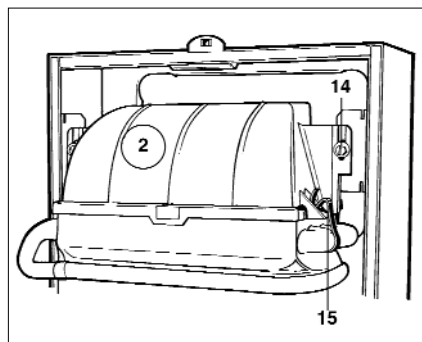

Fig.4
- Déboîter le coude de fumée (2) en dévissant les deux vis (14) en soulevant les crochets (15) (fig. 4).
- Remonter le coude de fumée en l'emboîtant dans la gaine d'évacuation des fumées (4), le fixer à l'aide des deux vis (14) et des crochets (15) (fig. 4, page 2).